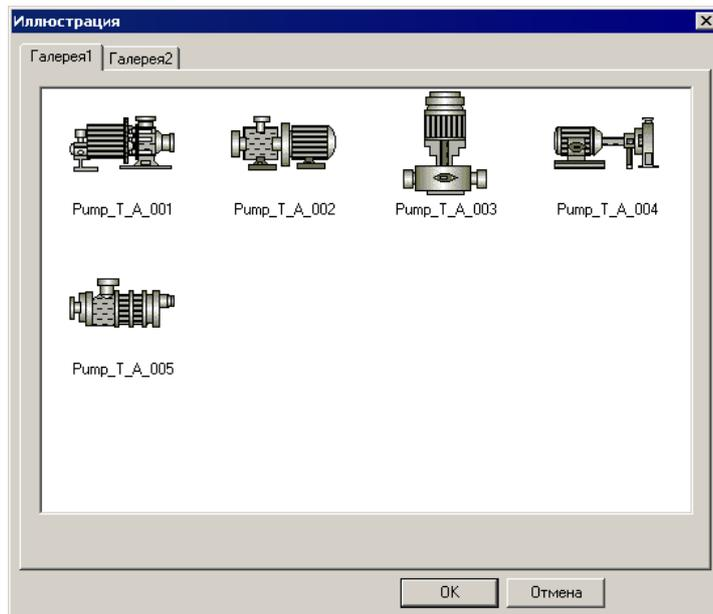

Рисунок 175
- 2) Нажать кнопку «Изменить». Откроется окно «Иллюстрация» (см. рис. 175).